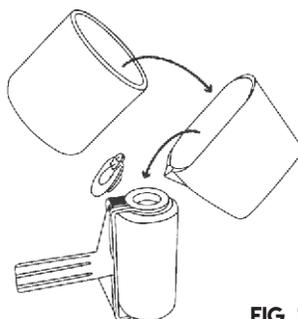

FIG. 1
3. DESPEJE ATÉ 900ML DE TINTA NO DUTO USANDO O JARRO DESPEJA FÁCIL (FIG. 1).